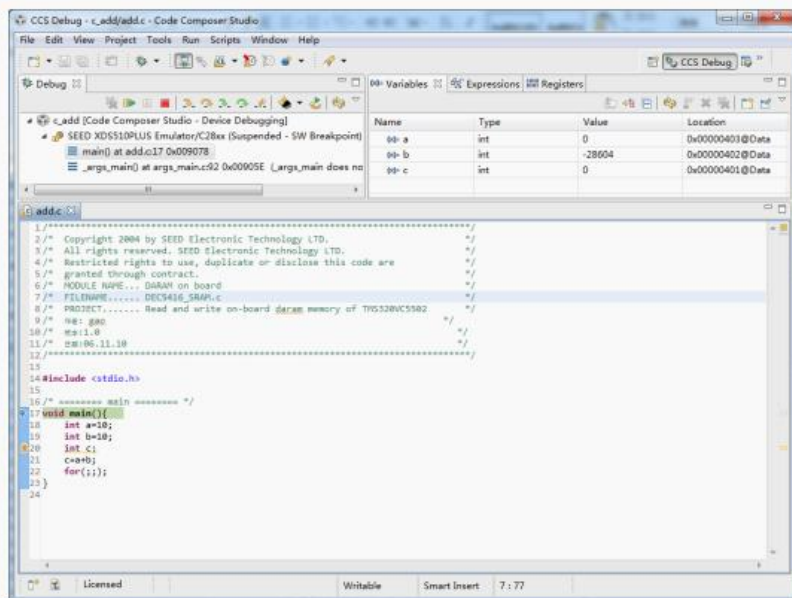

图1-8
- 2) 如果编译没有出错，则可进行debug调试（点击小爬虫）（下载程序进入实验箱）进入debug调试模式（如下图1-8所示）